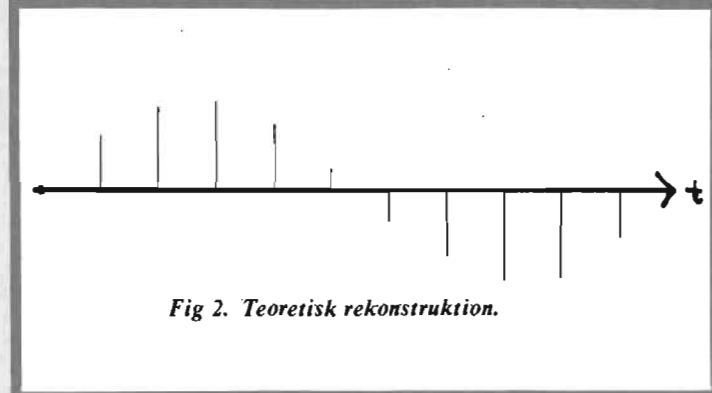
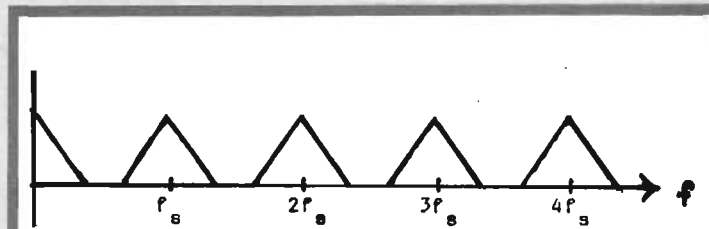
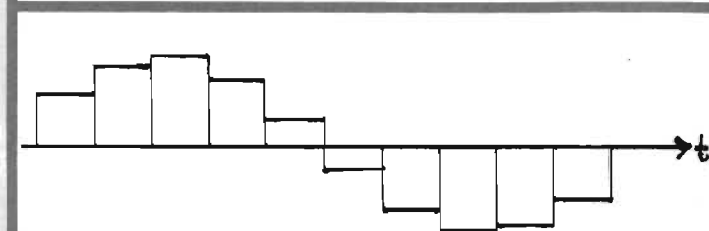

Fig 2. Teoretisk rekonstruktion.
Fig 3. Frekvensinnehåll.
Fig 4. Praktisk rekonstruktion.
I andra änden av överföringen rekonstrueras den digitaliserade signalen till analog igen. I teorin kan man föreställa sig att det finns godtyckligt smala och godtyckligt höga pulser. Se *fig 2*. Detta ger det ursprungliga frekvensområdet repeterat uppåt i frekvens i all oändlighet enl *fig 3*. I verkligheten måste pulserna realiseras av en digital analogomvandlare (DA) och då blir pulserna stapelformade som i *fig 4*. Därvid multipliceras frekvensgången i *fig 2* med en SINX/X -funktion, *fig 5*. Ett analogt rekonstruktionsfilter följer som tar bort resterande högfrekvens så att ursprungsformen återskapas.